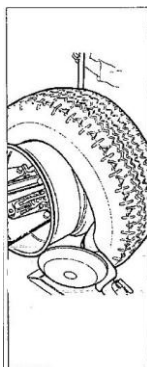

Fig. 7.7
- I. Vrid kroken 180° och för in den mellan fälgen och däckkanten (se fig. 7.7). Flytta den tills däckkanten ligger vid fälgens kant (det är bäst att göra detta medan hjulet snurrar).